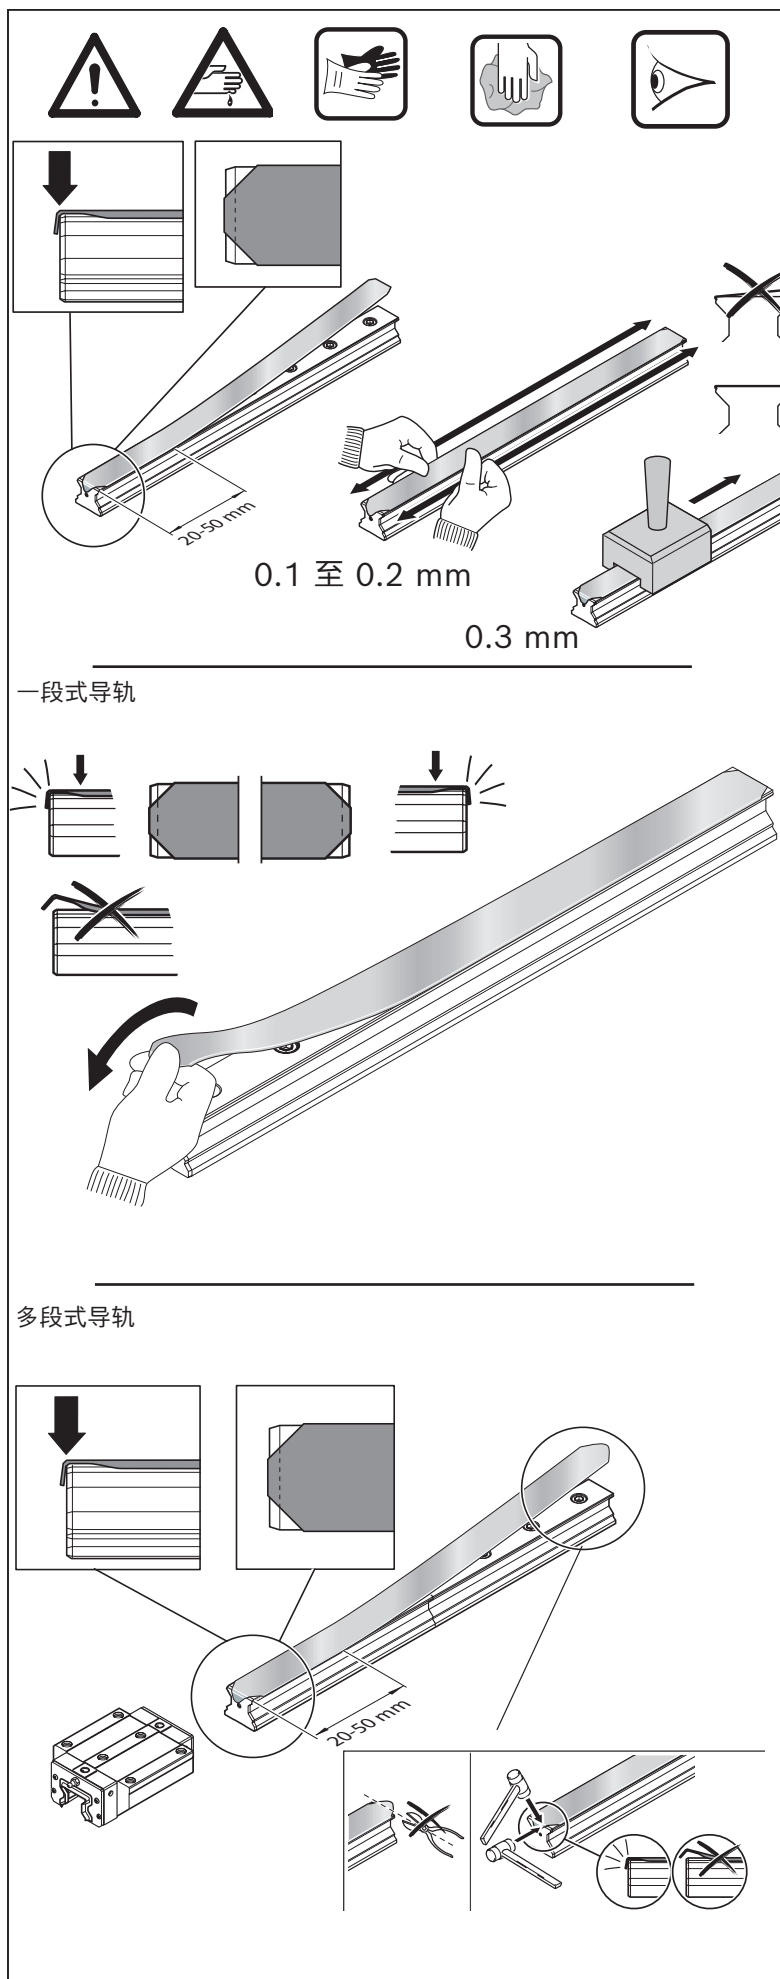

Fig. 35: 防护带安装
- ▶ 如有必要，则只将防护带弯曲的一端截短到露出端面螺纹为止！ ➡ 图 35